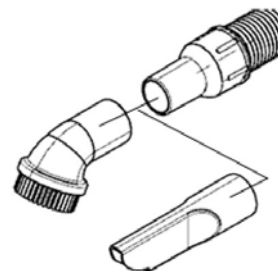

Abb. 9: Montage der Bodendüse
Schritt 6: Verbinden Sie das Saugrohr mit der Verlängerung bzw. der Bodendüse (Abb.9) oder einer anderen gewünschten Bürste. Drehen Sie das Saugrohr um eine feste Verbindung herzustellen.